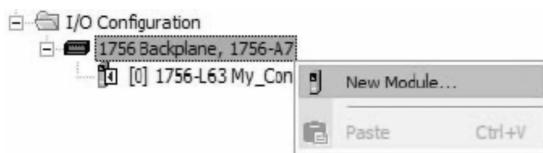

图 25-2 新建模块
3. 向系统添加新模块。右键单击“I/O 组态”（I/O Configuration）文件夹下的 1756 背板并选择“新建模块”（New Module），如图 25-2 所示。